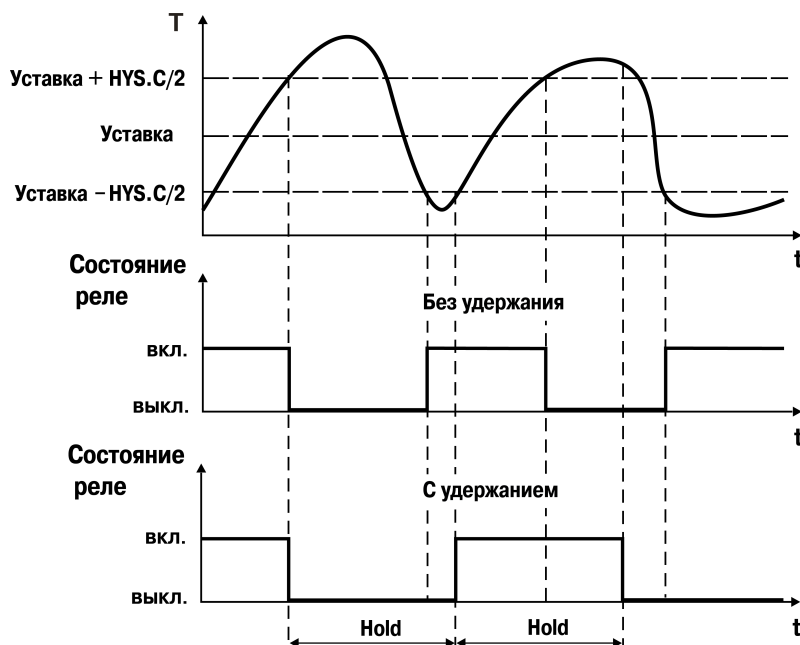

Рисунок 10.16 – Работа регулятора с заданным удержанием
**Удержание** во включенном/выключенном состоянии – минимальное время, в течение которого ИМ будет выключен или включен. Удержание задается параметром **HoLd**. Во время удержания регулятор отсчитывает время от момента переключения и блокирует иное переключение состояния ВЭ, если не прошло требуемое время удержания. Данный механизм используется для защиты ИМ, которые в силу своих технических характеристик не должны запускаться, пока не простоят определенного времени в нерабочем состоянии, или тех ИМ, которые не должны выключаться не отработав определенное время (см. рисунок 10.16).